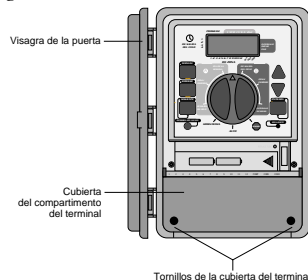

FIGURA 18: Programador de exterior. Vista de la cubierta de los terminales
- Retire la cubierta del compartimento de los terminales destornillando los dos tornillos y tirando de la cubierta de plástico hacia delante [Vea la Figura 18].